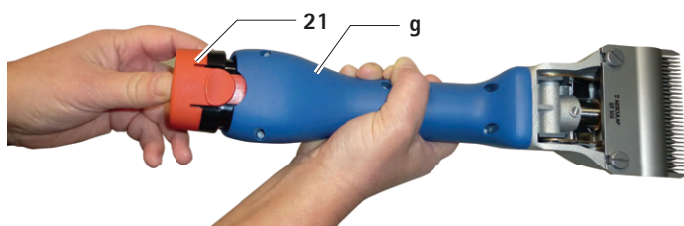

Fig. 2
- Estrarre il caricatore a ioni di litio **21**, procedere al caricamento e/o inserire l'accumulatore a ioni di litio GT641 (3INR19/66-1) nella tosatrice ad accumulatore **g**, vedere Fig. 2.